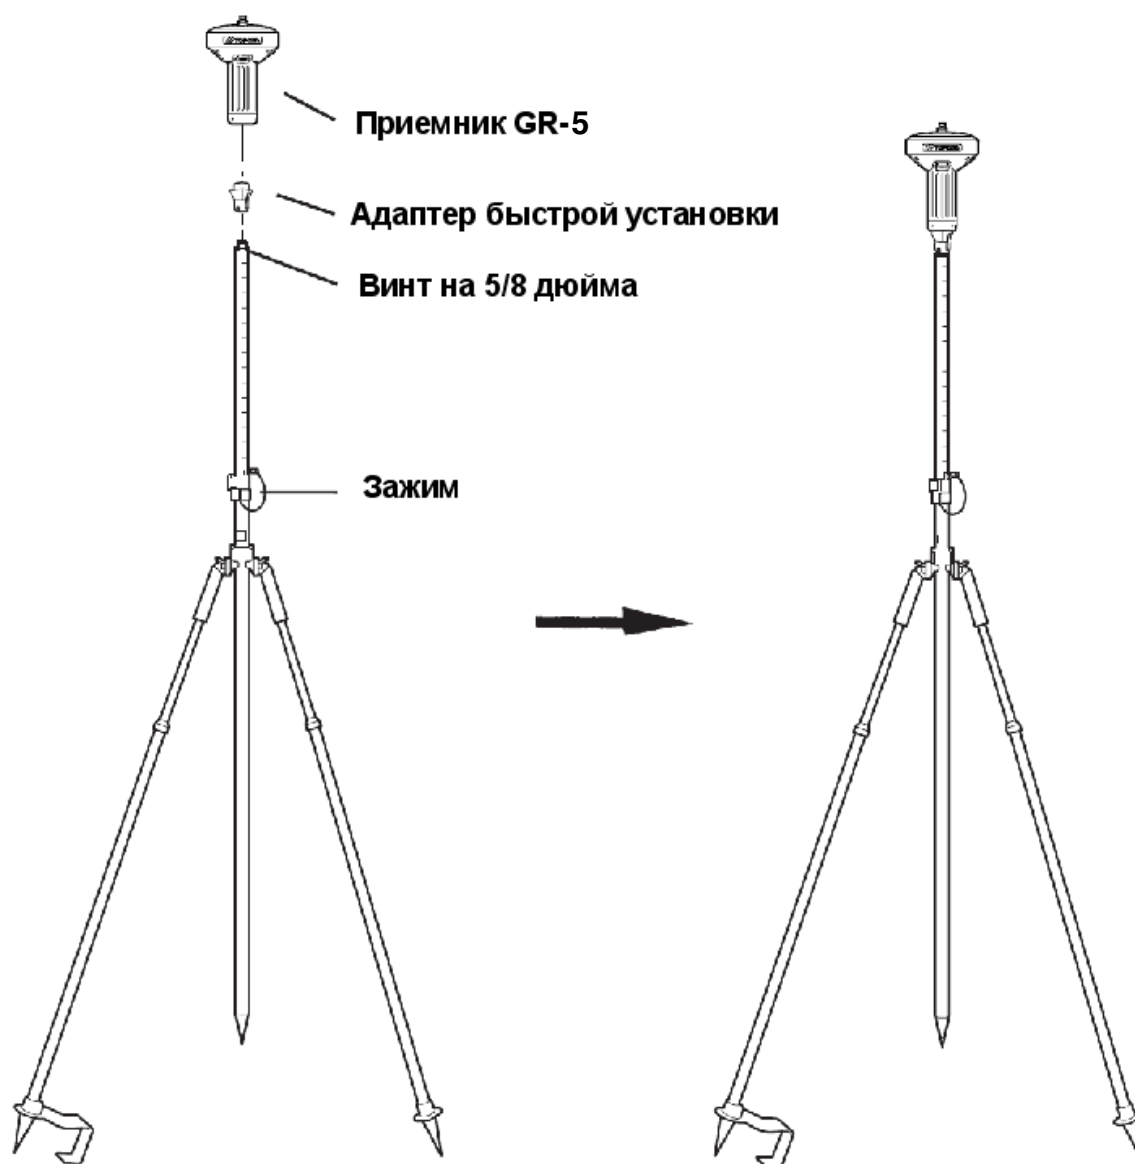

Рисунок 4-2. Установите штатив и приемник над исходным пунктом
**Установка подвижного приемника (см. рис. 4-2):**